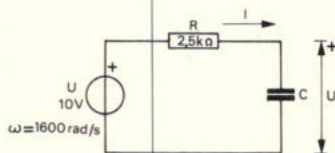

Fig. 3.
- Het faseverschil tussen de spanningen  $U$  en  $U_c$  in de schakeling van fig. 3 bedraagt  $\pi/4$  radialen.